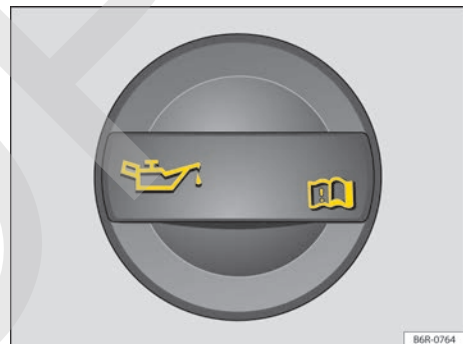

Fig. 123 En el compartimento del motor: tapón de la boca de llenado del aceite del motor.
4. Identifique la boca de llenado del aceite del motor y la varilla de medición del aceite. La boca de llenado del aceite del motor está identificada con el símbolo  sobre la tapa → fig. 123 y la varilla de medición del aceite con la empuñadura de color. Si no está claro donde se encuentran la tapa y la varilla de medición de aceite, entrar en contacto con un Concesionario Volkswagen o una empresa especializada.
9. Desenroscar la tapa de la boquilla de llenado de aceite del motor → fig. 123.